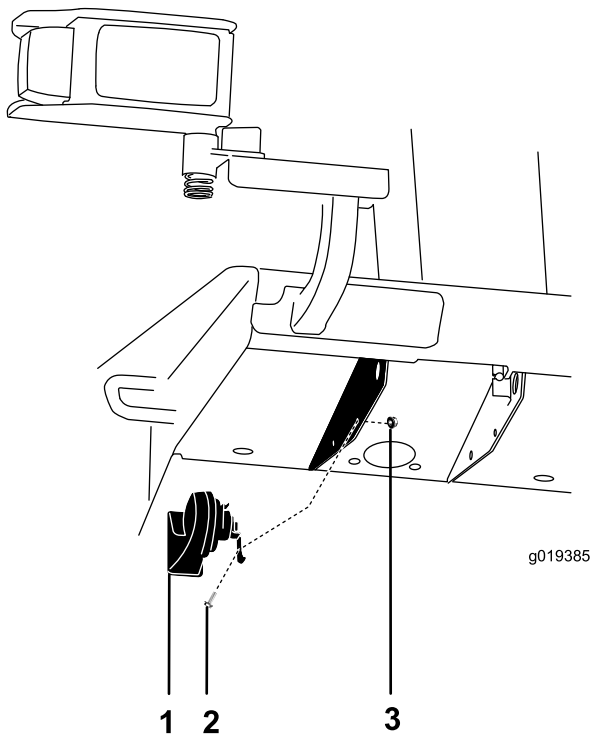

Figura 17
2. Monte el soporte del claxon incluido en este kit usando las fijaciones del soporte que se retiró en el paso anterior (Figura 17).